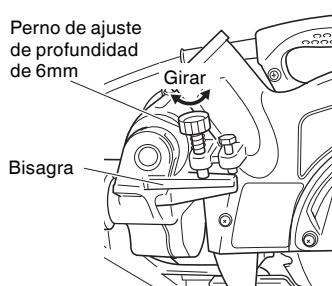

Fig. 12
Para ajustar la posición de límite inferior de la hoja de sierra, siga lo procedimiento (1) indicado en la Fig. 12.
- (1) Baje la cabeza del motor, y gire el perno de ajuste de profundidad de 6 mm, y realice los ajustes de manera que se pueda formar una holgura de  $5/64"$  a  $1/8"$  (2 mm a 3 mm) entre la posición de límite inferior de la cabeza del motor y la parte superior de la pieza de trabajo en la posición de límite inferior de la hoja de sierra donde la cabeza del perno de ajuste de profundidad de 6 mm entra en contacto con la bisagra.